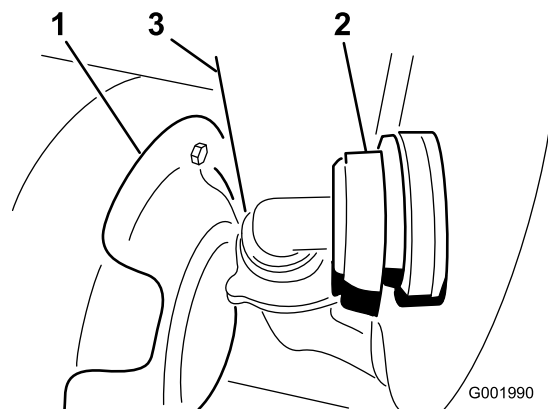

Figura 54
3. Scollegate il flessibile situato sulla parte anteriore del serbatoio, in basso (Figura 54).
Nota: All'occorrenza, mentre rimuovete il carter spingete indietro lo schermo termico (Figura 54).
- Collegate il flessibile alla parte anteriore del serbatoio (Figura 54).